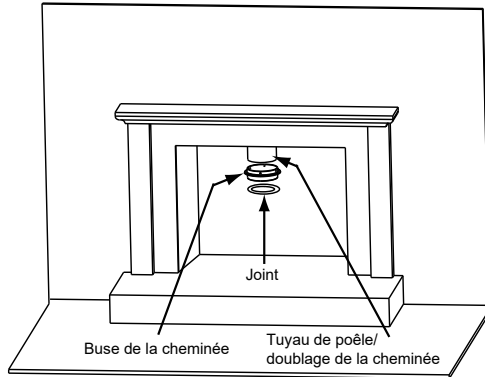

Figure 19.1
1. Il y a 4 trous déjà pré-perçés dans la buse séparés de 90 degrés. Attachez la buse au conduit/doublage du poêle. Si le joint n'est pas en bon état, utilisez du mastic pour hautes températures (**Figure 19.1**).